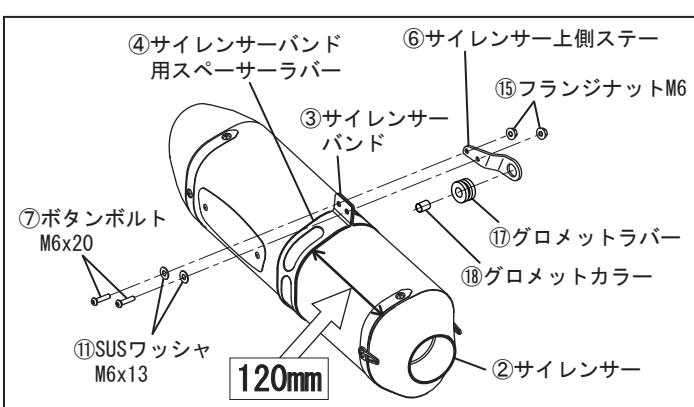

FIG. 9
8. ⑥サイレンサー上側ステーに⑰グロメットトラバーと⑱グロメットカラーを取り付けて下さい。
次に、③サイレンサーバンドに④サイレンサーバンド用スペーサーラバーを取り付けてから②サイレンサーに通し、⑦ボタンボルトM6×20、⑪SUSワッシャM6×13、⑯フランジナットM6を使用して、サイレンサーのカバー前端からサイレンサーバンド前端まで120mmの位置で⑥サイレンサー上側ステーを仮締めして下さい。（FIG. 9, 10参照）